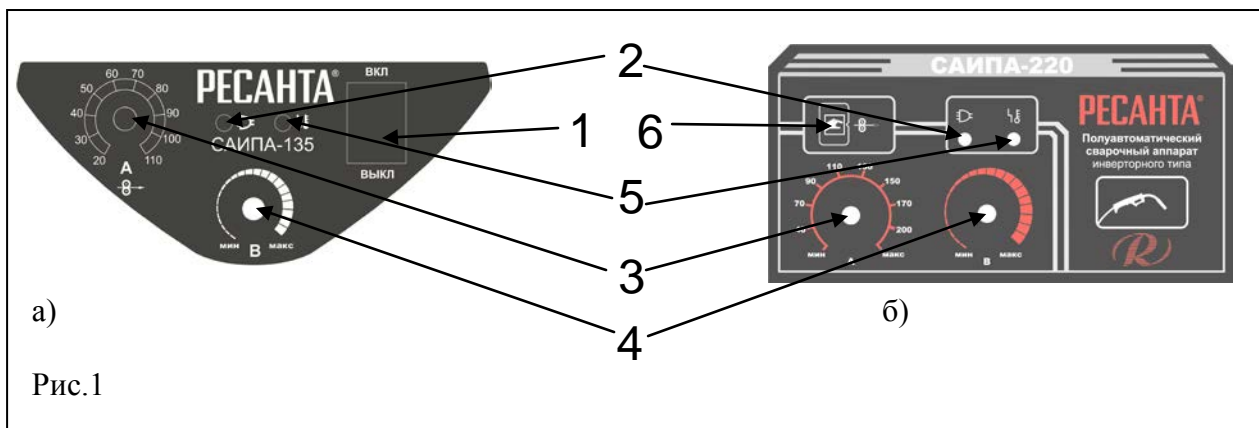

Рис.1
**Сила сварочного тока (рис.1, поз.3).** С увеличением силы сварочного тока повышается глубина провара, что приводит к увеличению доли основного металла в шве. Ширина шва сначала несколько увеличивается, а затем уменьшается. Силу сварочного тока устанавливают в зависимости от выбранного диаметра электрода.
**Скорость подачи электродной проволоки (рис.1, поз.3)** связана с силой сварочного тока и регулируется одновременно с ним. Ее устанавливают с таким расчетом, чтобы в процессе сварки не происходило коротких замыканий и обрывов дуги.
**Напряжение дуги (рис.1, поз.4).** С увеличением напряжения дуги глубина провара уменьшается, а ширина шва увеличивается. Чрезмерное увеличение напряжения дуги сопровождается повышенным разбрызгиванием жидкого металла, ухудшением газовой защиты и образованием пор в наплавленном металле. Напряжение дуги устанавливается в зависимости от выбранной силы сварочного тока.
7. Включить аппарат выключателем на передней панели (рис. 1, поз. 1). загорится индикатор «Сеть» (рис. 1, поз. 2).
8. Установить регулятор подачи сварочного тока (рис. 1, поз. 3) в необходимое положение на моделях САИПА-135/165.
9. Кратковременными нажатиями на кнопку сварочного пистолета добиться протягивания проволоки через механизм подачи на моделях САИПА-135/165. В моделях САИПА-200/220 кратковременными нажатиями на кнопку протяжки сварочной проволоки (рис.1, поз.6) добиться протягивания проволоки через механизм подачи.
10. Выключить аппарат выключателем на передней панели (рис. 1, поз. 1).
13. Включить аппарат выключателем на передней панели (рис. 1, поз. 1). загорится индикатор «Сеть» (рис. 1, поз. 2).
14. Регулятором сварочного тока (рис. 1, поз. 3) установить необходимое значение.
16. Выключить аппарат выключателем на передней панели (рис. 1, поз. 1).